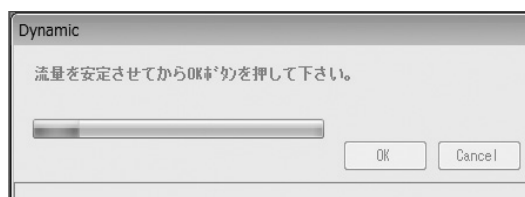

図118
- ④ チェック中は図118のようなプログレスバーが出現し、チェックの進行状況を確認することができます。